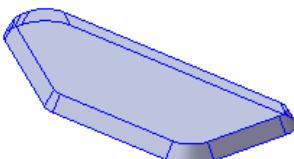
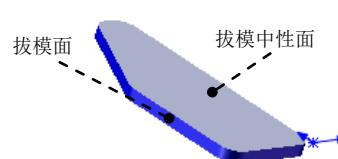
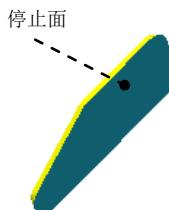

图 13.4.5 拔模 1
图 13.4.6 拔模参考面
图 13.4.7 成形工具 3
Step4. 创建图 13.4.5 所示的零件特征——拔模 1。
(1) 选择命令。选择下拉菜单 **插入(I)** → **特征(E)** → **拔模(D)...** 命令(或单击“特征(F)”工具栏中的  按钮)。
(2) 定义拔模类型。选中 **拔模类型(T)** 区域的 **中性面(E)** 单选项。
(3) 定义拔模中性面。在 **中性面(N)** 区域的  中选取图 13.4.6 所示的模型表面作为拔模中性面。
(4) 定义拔模面。在**拔模面(F)**区域的图标中选取图 13.4.6 所示的模型表面作为拔模面（由于尺寸太小，具体选取请参照随书光盘），在**拔模沿面延伸(A)**中选取**沿切面**选项。
(5) 定义拔模角度。在“拔模”对话框中**拔模角度(G)**区域的文本框后输入 30.0。
(6) 单击 \checkmark 按钮，完成拔模 1 的创建。
Step5. 创建图 13.4.7 所示的零件特征—成形工具 3。
(1) 选择命令。选择下拉菜单**插入(I)** \rightarrow **钣金(O)** \rightarrow **成形工具** 命令。
(2) 定义成形工具属性。
① 定义停止面。激活“成形工具”对话框的**停止面**区域，选取图 13.4.7 所示的模型表面作为成形工具的停止面。
(3) 单击 \checkmark 按钮，完成成形工具 3 的创建。